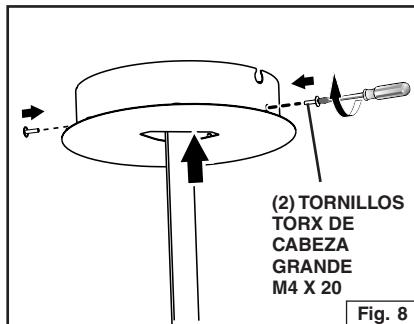

Fig. 8
5. Instale temporalmente la cubierta para cielo raso y fije con (2) tornillos Torx de cabeza grande M4 x 20. (Necesitará quitarla cuando haga las conexiones eléctricas.) Fig. 8.